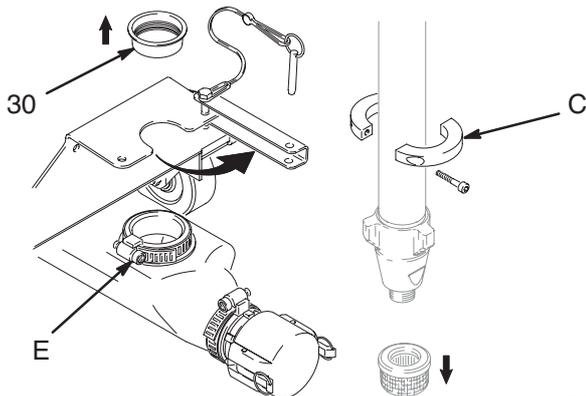

Fig. 2
*El codo (18) no encaja en 233706, 233716, 245040, 245042, 245044, 245046-245049, 245099, 825040 y 825042.
3. Fig. 2. Coloque el collar grande (C) provisionalmente sobre la bomba del pulverizador. Retire el tapón (30) y guárdelo para su uso futuro.
4. Fig. 2. Levante el extremo delantero del pulverizador. Haga rodar el pulverizador hasta que la bomba quede encima de la abertura (E) de la tolva. Descienda la bomba dentro de la abertura y, si la bomba quedara floja, apriete la abrazadera (E).